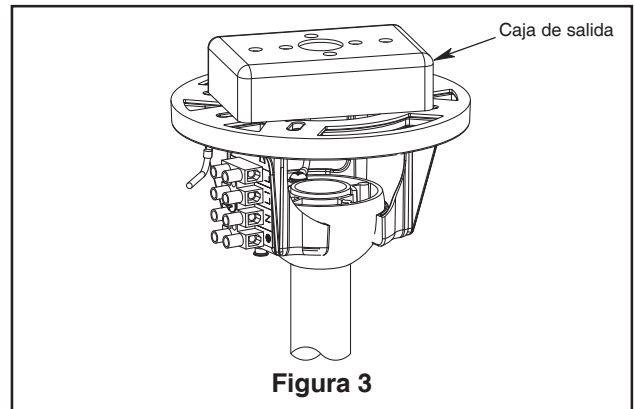

Figura 3
2. Levante cuidadosamente el ventilador y coloque el ensamble de la bola para colgar/varilla en la abrazadera para colgar que acaba de fijar a la caja de salida. Asegúrese de que la ranura de la bola esté alineada con la lengüeta de la abrazadera para colgar. (Figura 3)